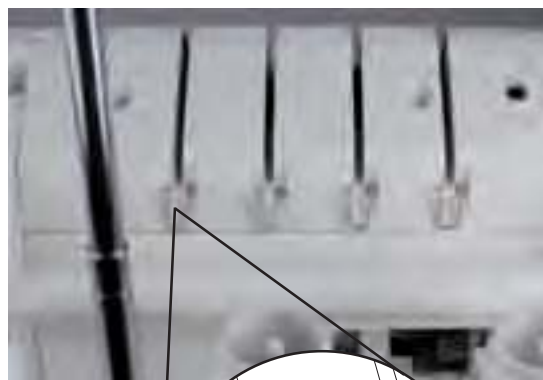

Fig. 20
1. Acheminez les fils de l'arrière vers l'avant à travers l'antenne guide-fils **1** (1).
2. Enfillez le fil dans le guide-fil en tirant le fil vers le bas jusqu'à ce qu'il glisse sous le guide-fil (2) (Fig. 20).